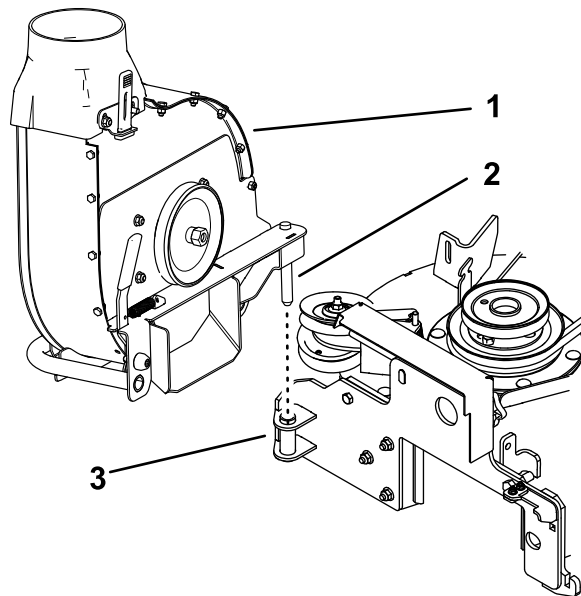

Figure 4
2. Insérez la goupille du ventilateur dans le support de ventilateur, comme montré à la Figure 4. Ne verrouillez pas la ventilateur sur son support.